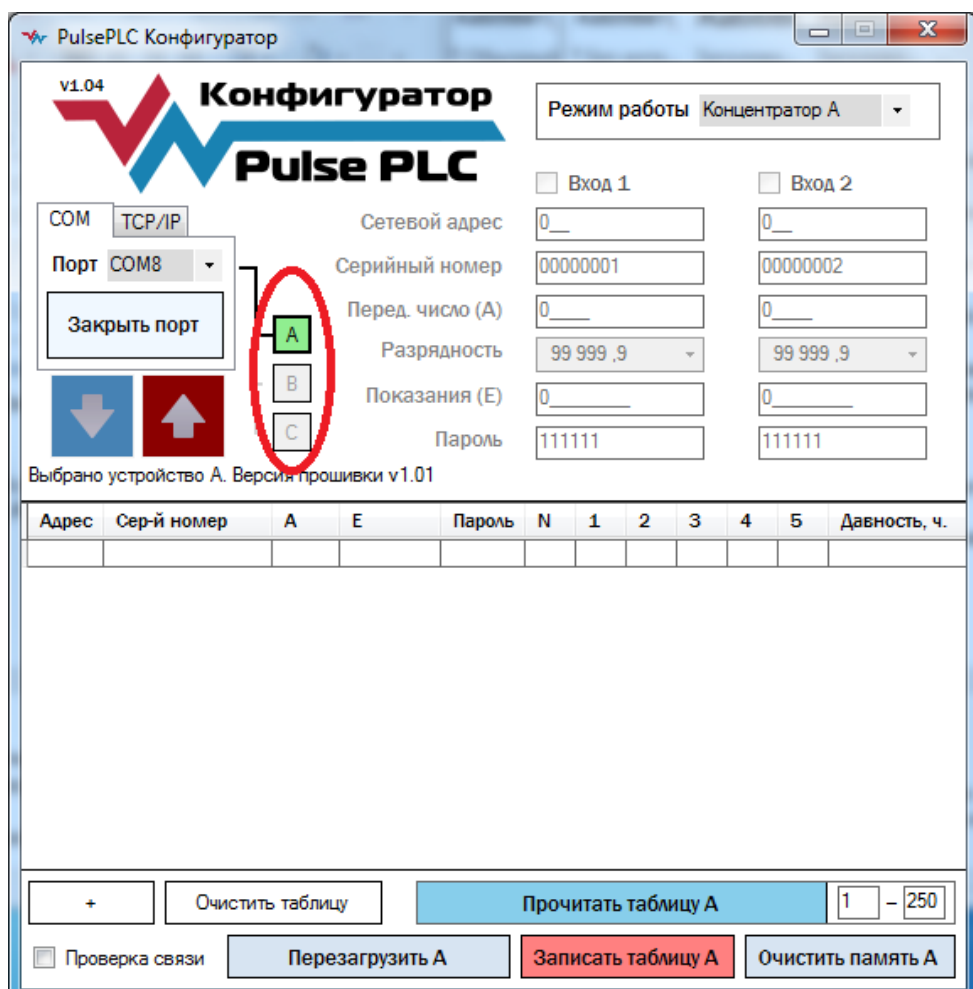

Рисунок 5.16 – Таблица опрашиваемых счетчиков
Выбрать при помощи группы кнопок «А», «В» и «С» (Рисунок 5.16) «Концентратор», с которым будет производиться работа через программу.
- 3) Выбрать при помощи группы кнопок «А», «В» и «С» (Рисунок 5.16) «Концентратор», с которым будет производиться работа через программу;